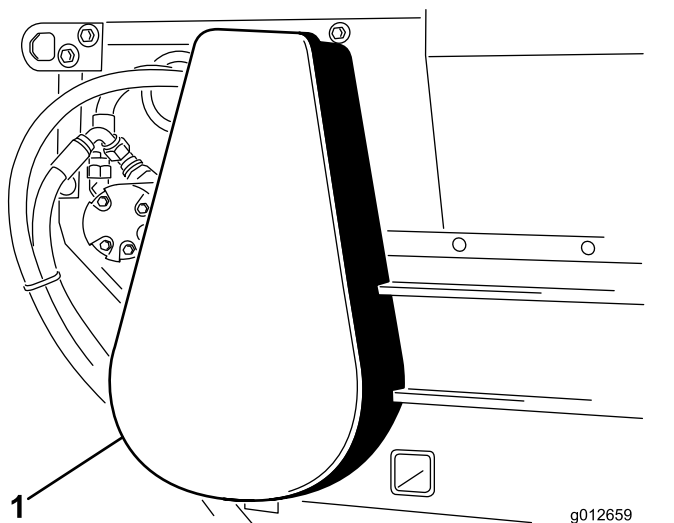

Рисунок 22
1. Снимите крышку цепи (Рисунок 22).